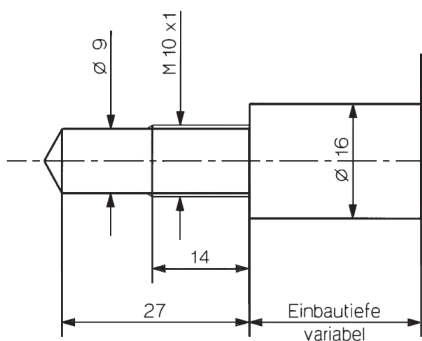

Bild 3: Einbaubohrung mit kegelförmigem Bohrungsgrund
- Vorbereitung der Einbaubohrung gemäss Bild 3; die stirnseitige Auflagefläche ($\varnothing 9$ mm) für den Sensor muss sauber und plan bearbeitet sein (ggf. nochmals mit Reibwerkzeug Typ 1300A21 nachreiben und mit sauberer Pressluft ausblasen).